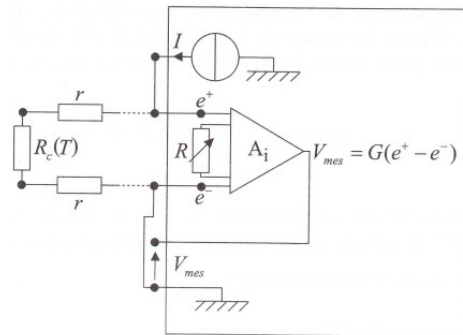

Figure 3
2. La Pt100 est maintenant mise en service à distance de la carte et on doit tenir compte de la résistance des fils de liaison. Ces fils de liaison sont des fils de cuivre de résistivité  $\rho = 1,72 \cdot 10^{-8} \cdot \Omega \cdot m$ , de diamètre  $d = 0,5 \text{ mm}$  et de longueur  $l = 5 \text{ m}$ . Chaque fil est modélisé par sa résistance  $r$  (figure 3).